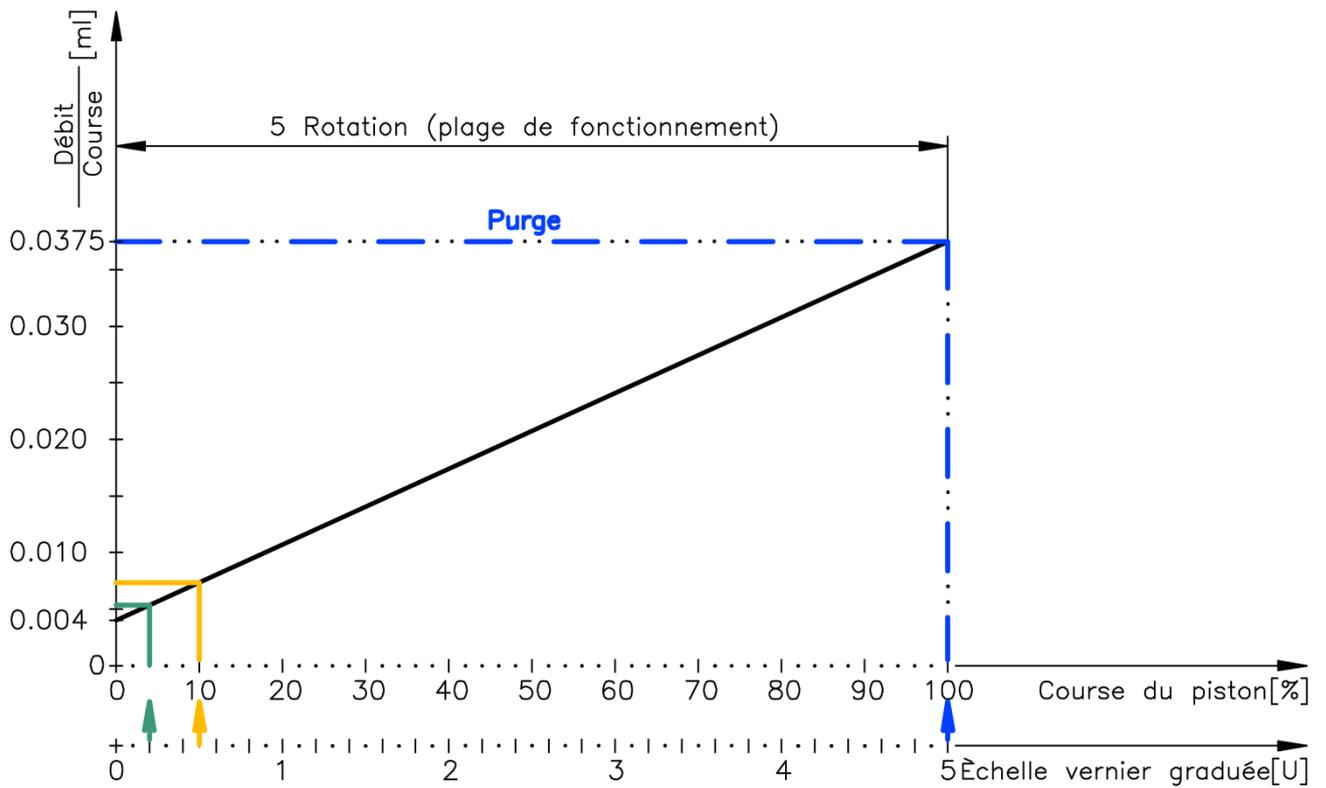

Fig. 20 : Débit en fonction de la course du piston
10.1 Les diagrammes (*Fig. 20 et 21*) et les calculs suivants permettent de déterminer la consommation de lubrifiant pour différents réglages. Les valeurs sont basées sur un fonctionnement continu. En cas de couplage avec le processus de travail (par ex. l'avance), il est possible d'obtenir des réductions de consommation de 50 % ou plus. Les réglages se font selon le chapitre 7.
Consommation à 0,5 tour de vis micrométrique et 20 impulsions/minute (*fig. 20 et 21*)
Consommation à 0,2 tour de vis micrométrique et 10 impulsions/minute (*fig. 20 et 21*)